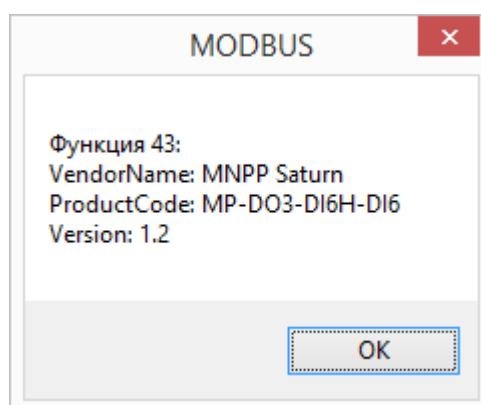

Рисунок 13 – Проверка номера версии ПО (Version) модуля расширения
11.9 Проверить версию ПО модуля расширения можно выбрав пункт меню «О модуле» (рисунок 13).